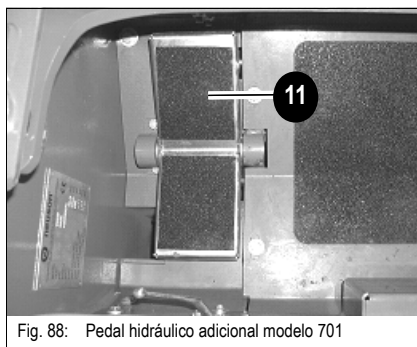

Fig. 88: Pedal hidráulico adicional modelo 701
- El pedal hidráulico adicional en el modelo 701 (véase Fig. 88) se puede accionar presionando hacia delante o hacia atrás